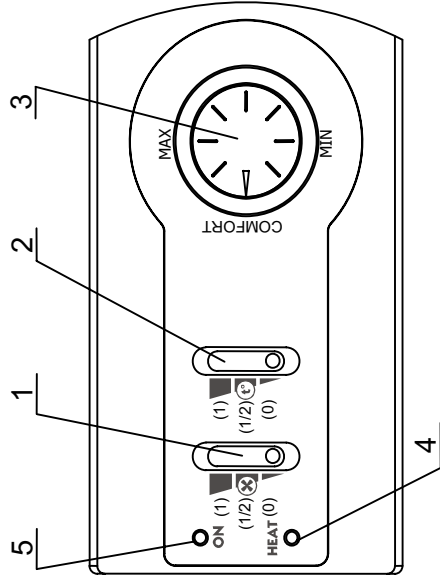
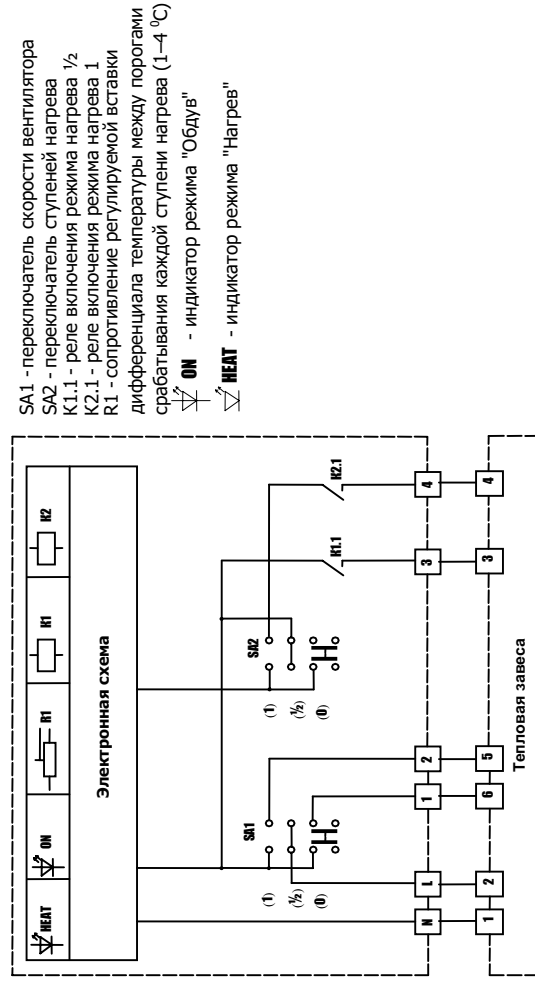

Рис. 4. Пульт управления
Рис. 5. Схема подключения пульта управления
- 6.4 Режимы работы устанавливаются переключателями на выносном пульте управления (см. Рис.4,5), соединенным с завесой кабелем.
8.3 При эксплуатации завесы с пультом управления, возможно задействование всех сочетаний существующих режимов продувки и тепловой мощности ТЭНов завесы (см. Рис. 4 и Рис. 5).
8.4 УСТАНОВКА необходимого режима работы завесы на пульте управления производится с помощью трех переключателей: скользящего переключателя режима продувки (поз. 1, Рис. 4), скользящего переключателя мощности ТЭНов (поз. 2, Рис. 4) и вращающегося потенциометра установки заданной температуры (поз. 3, Рис. 4).
8.5 ВКЛЮЧЕНИЕ завесы с пульта производится перемещением движка переключателя режимов обдува (поз. 1, Рис. 4) из положения (0) в положение ($\frac{1}{2}$) или (1). При этом загорается светодиод ON (поз. 5, Рис. 4), индицирующий режим обдува. В положении ($\frac{1}{2}$) переключателя вентилятор работает на половинной, а в положении (1) на полной производительности обдува.
Включение работы ТЭНов осуществляется перемещением движка переключателя ступеней нагрева (поз. 2, Рис. 4) из положения (0) в положение ($\frac{1}{2}$) или (1). При этом загорается светодиод HEAT (поз. 4, Рис. 4), индицирующий режим нагрева. В положении ($\frac{1}{2}$) переключателя включается только основная ступень (реле К1) с регулированием температуры одноступенчатым электронным термостатом (см. Рис. 5). В положении (1) переключателя включается вторая ступень нагрева (реле К2) с регулированием температуры двухступенчатым электронным термостатом (см. Рис. 5).
8.6 С помощью вращающегося потенциометра в диапазоне от 0°C до 30°C устанавливается температура срабатывания термостата для защиты от перегрева воздуха в помещении (поз. 3 — Рис. 4).
8.7 Пульт управления имеет блокировку включения ступеней нагрева при **ВЫКЛЮЧЕННЫХ** режимах обдува за счет снятия питания с электронного термостата в положении (0) переключателя производительности обдува, при этом контакты управляющих реле K1.1 и K2.1 будут всегда разомкнуты (см. Рис. 5).